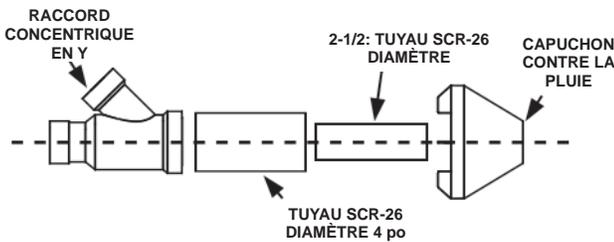

Figure 25
a) Cimenter le raccord concentrique en Y au tuyau de la trousse avec le diamètre le plus gros, voir Figure 25.
b) Cimenter le capuchon contre la pluie au tuyau de plus petit diamètre de la trousse, voir Figure 25.
- Cimenter le raccord concentrique en Y au tuyau de la trousse avec le diamètre le plus gros, voir Figure 25.
- Cimenter le capuchon contre la pluie au tuyau de plus petit diamètre de la trousse, voir Figure 25.
REMARQUE : Si l'ensemble doit être allongé pour satisfaire l'exigence d'épaisseur du mur latéral, les 2 tuyaux fournis dans la trousse peuvent être remplacés par un tuyau SDR-26 PVC (D2241) de même diamètre fourni sur place. Ne pas étendre la dimension 53,6 cm (21 1/8 po) au delà de 1,5 m (60 po). Voir Figure 25.